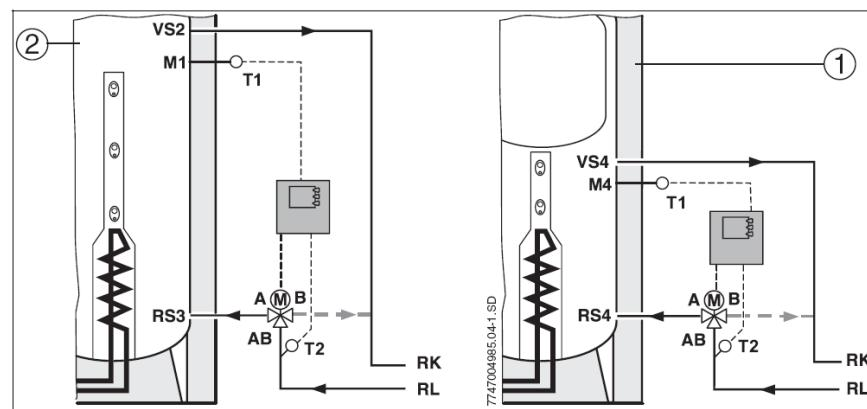

Рис. 6 Повышение температуры в обратном трубопроводе при использовании буферного накопителя (слева) и комбинированного гелиобака (справа)
На Рис. 6 представлен клапан, который при снятом электрическом напряжении открывает путь от АВ к В. Как только достигается заданная разность температур (→ Табл. 7, Стр. 19), клапан переключает поток с АВ на А.
- Трёхходовой клапан монтируйте в обратный трубопровод между буферным накопителем (→ Рис. 6, Поз. 2) или комбинированным гелиобаком (→ Рис. 6, Поз. 1) и отопительным котлом.